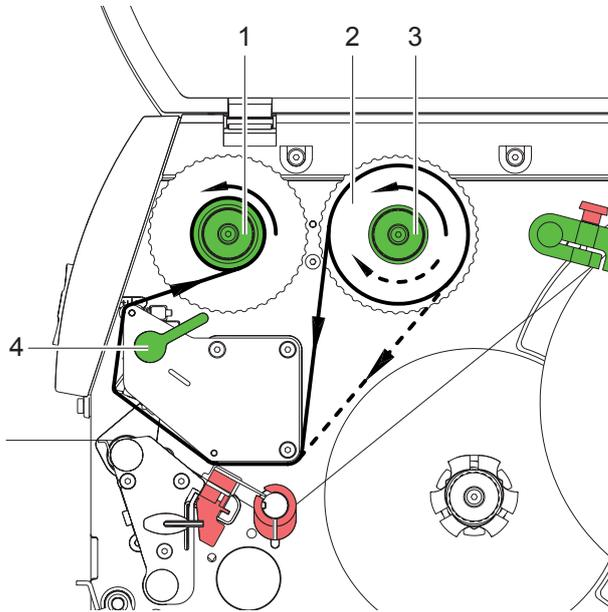

Bild 15 Transferfolienlauf
2. Hebel (4) in Gegenuhrzeigerrichtung drehen, um den Druckkopf anzuheben.
3. Transferfolienrolle (2) so bis zum Anschlag auf den Abwickler (3) schieben, dass die Farbbeschichtung der Folie beim Abwickeln nach unten weist. Beim Abwickler (3) ist keine Rotationsrichtung vorgegeben.
4. Transferfolienrolle (2) festhalten und Drehknopf am Abwickler (3) gegen den Uhrzeigersinn drehen, bis die Transferfolienrolle fixiert ist.
5. Geeigneten Transferfolienkern auf den Transferfolienaufwickler (1) schieben und in gleicher Weise fixieren.
6. Transferfolie wie in Abb. 15 durch die Druckmechanik führen.
7. Transferfolienanfang mit einem Klebestreifen am Transferfolienkern (1) fixieren. Hierbei die Rotationsrichtung des Transferfolienaufwicklers entgegen dem Uhrzeigersinn beachten.
8. Transferfolienaufwickler (1) entgegen dem Uhrzeigersinn drehen, um den Transferfolienlauf zu glätten.
9. Hebel (4) in Uhrzeigerrichtung drehen, um den Druckkopf zu verriegeln.